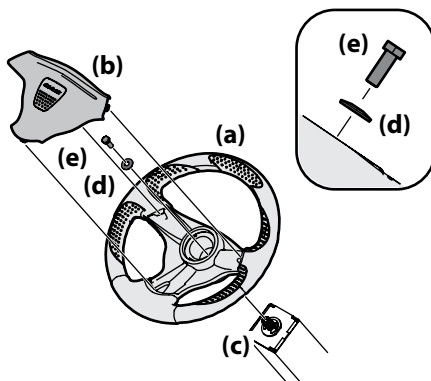

Figura 2-7
1. Retire los elementos de ferretería para fijar el volante (a) que están debajo de la tapa del volante (b). Extraiga con cuidado la cubierta del volante (b) mediante palanca para retirar los elementos de ferretería. Vea la Figura 2-7.